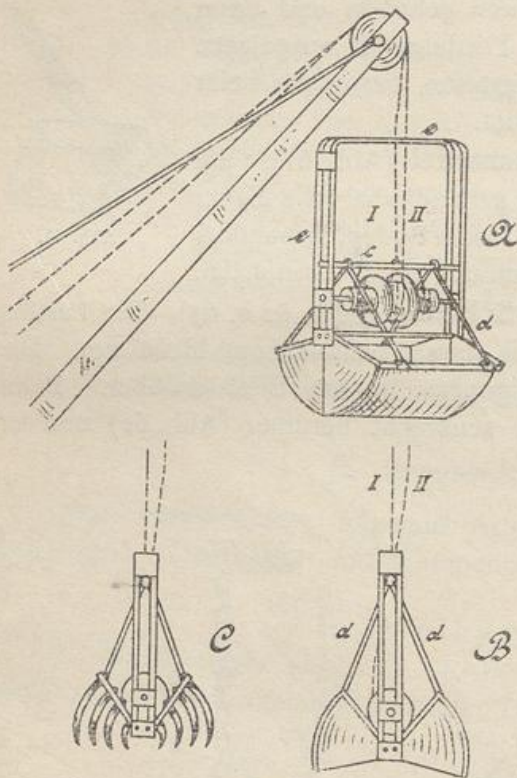

Abb. 64.
5. Der Greifbagger (Zangen- oder Kranbagger) (Abb. 64 A bis C). Er besteht aus einem drehbaren Dampfkran mit dem daran hängenden
und gefüllt, mit einer anderen Krankette II wieder aufgezogen und dann entleert. Die Kette I heißt die Öffnungskette, die Kette II die Schließkette. Der Greifer besteht im wesentlichen aus zwei muldenförmigen Schalen aus Eisenblech mit Stahlschneide (Abb. 64 A u. B) oder auch aus gekrümmten Zangen mit stählernen Klauen (Abb. 64 C). Der Betrieb des Zangengreifers ist derselbe wie bei dem Schalengreifer. In Abb. 64 A sind die Greiferschalen geschlossen, in Abb. 64 B geöffnet. Wenn der Greifer an der Öffnungskette I hinuntergelassen wird, sind die Schalen geöffnet und greifen in den Boden ein (Abb. 64 B). Wird aber die Kette I nachgelassen
und die Schließkette II angezogen, so schließen sich die Greiferschalen, fassen den Boden und werden durch weiteren Zug mit II nach oben geführt (Abb. 64 A). Alsdann wird der Kran nach dem Fördergefäß herumgeschwenkt (Baggerprahm oder Kippwagen), darauf Kette II nachgelassen, so daß Kette I straff bleibt; dadurch öffnen sich die Greiferschalen wieder und schütten den Boden aus. Der geöffnete Greifer wird dann an der Kette I etwas hochgezogen, der Kran zurückgeschwenkt, darauf der Greifer hinuntergelassen, und das Spiel beginnt von neuem.
Für verschiedene Bodenarten sind die Greifer verschieden eingerichtet. Die Schalen bestehen für feinen Sand und Schlamm ganz aus Blech mit verstärkter Schneide (Abb. 64 A u. B), für groben Kies, Steine, Ton, Hölzer und Felsstücke aus stählernen Klauen (Abb. 64 C), für gewöhnlichen Kies, Geschiebe, Lehm und Sand bisweilen in der oberen Hälfte aus Blech, in der unteren aus stählernen Klauen.